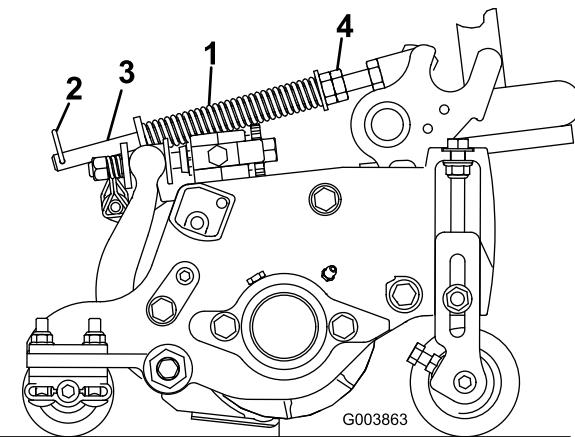

Figura 15
| <hr/> <ul style="list-style-type: none"> 2. Serrate i dadi esagonali sulla parte anteriore dell'asta della molla fino a ridurre la lunghezza compressa della molla a 12,7 cm sugli apparati di taglio da 12,7 cm del Reelmaster 5410, oppure a 15,9 cm sugli apparati da 17,8 cm del Reelmaster 5510 e 5610 (Figura 15). | |
La molla di compensazione del manto erboso (Figura 15) trasferisce il peso dal cilindro anteriore al cilindro posteriore, per contribuire a ridurre l'ondulazione del manto erboso, detta anche fluttuazione o bobbing.
1. Verificate che la coppia sia montata nel foro posteriore dell'asta della molla (Figura 15).